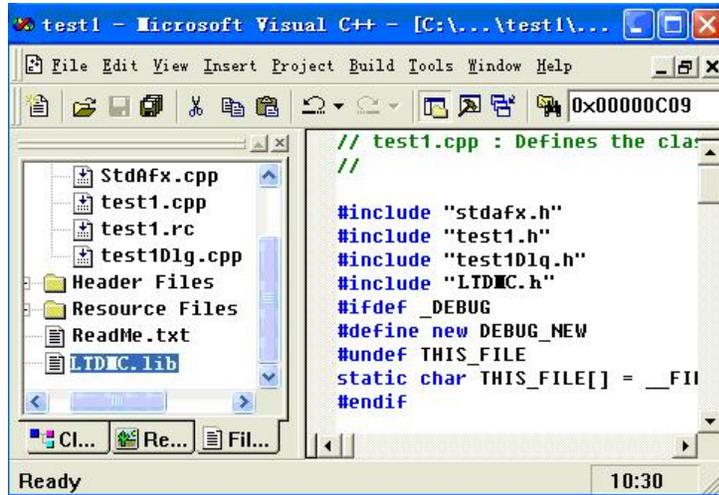

图 6.9 程序增加头文件
10) 打开 test1.cpp 文件，在程序开始部分添加相应语句：`#include "LTDMC.h"`，如图 6.9 所示。